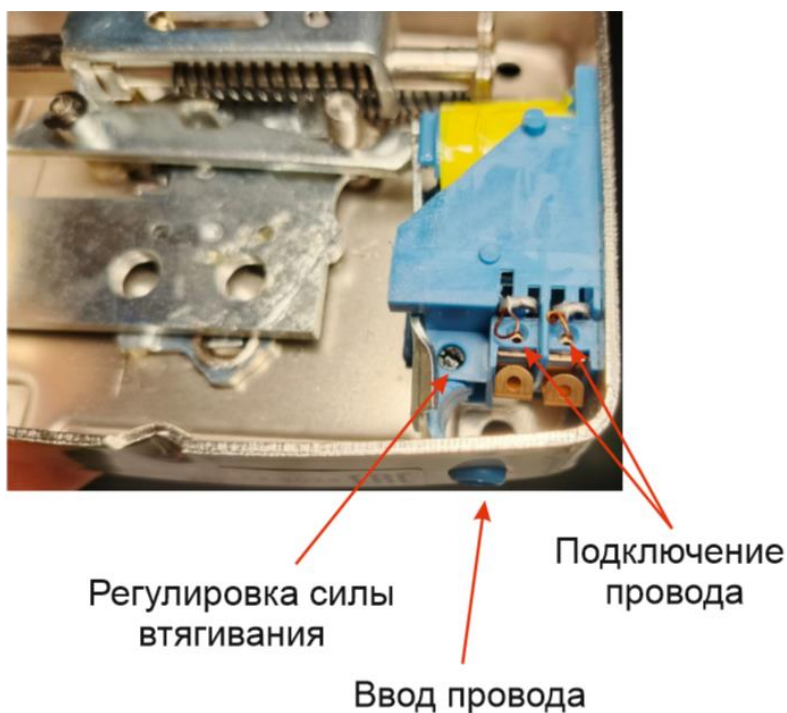

Рисунок 2.
1. Установка замка производится таким образом, чтобы отверстие для ввода провода было снизу (рис. 2).